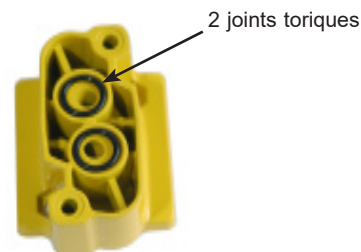

Fig 1b
6. Placer les 2 joints toriques nitrile dans les gorges prévues (fig. 1b). Au besoin, les faire tenir avec un peu de graisse.
6. Placer les 2 joints toriques nitrile dans les gorges prévues de l'embase SP638 (fig. 1b). Au besoin, les faire tenir avec un peu de graisse.